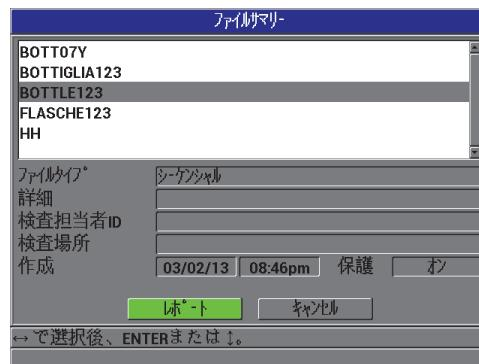

図 7-17 ファイルサマリー画面
4. ファイルサマリー画面で、以下の操作を行います (130 ページ図 7-17 参照)。